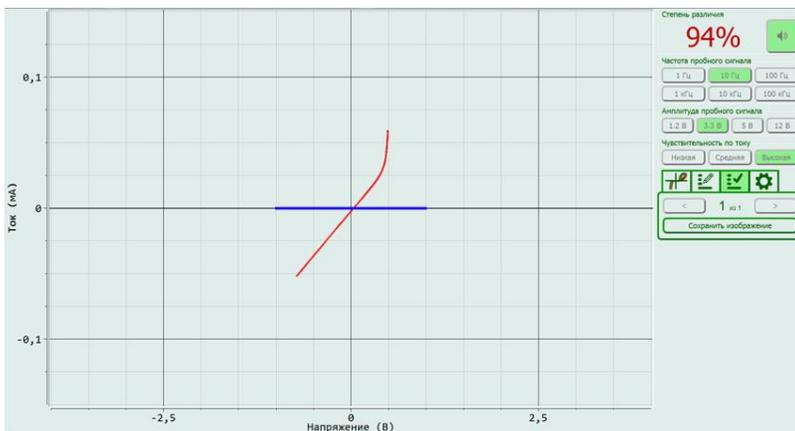

Рисунок 5. Внешний вид вкладки тестирования по плану
1. Для использования плана тестирования установите USB flash-накопитель с созданным ранее файлом плана тестирования в разъем USB на передней панели и перейдите в соответствующую вкладку на экране (Рисунок 5).